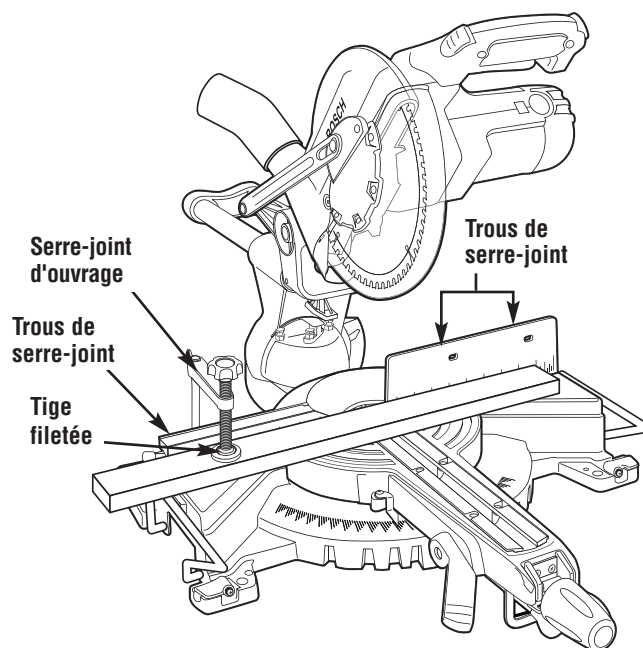

Figure 20. Serre-joint d'ouvrage
**Serre-joint d'ouvrage** - Ce crampon assujettit facilement un ouvrage dans l'un quelconque des trois (3) trous de crampon derrière le guide (Figure 20).